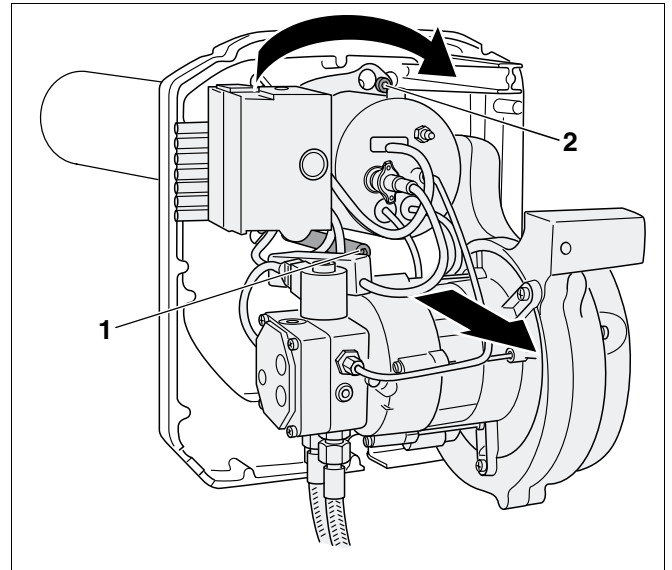

Fig. 19 Démontage du carter du brûleur
- Desserrer les vis de la fixation à baïonnette (fig. 19, **pos. 1 et 2**) (ne pas les retirer entièrement) et retirer le brûleur de la paroi arrière en le tournant légèrement sur la droite (fig. 19).